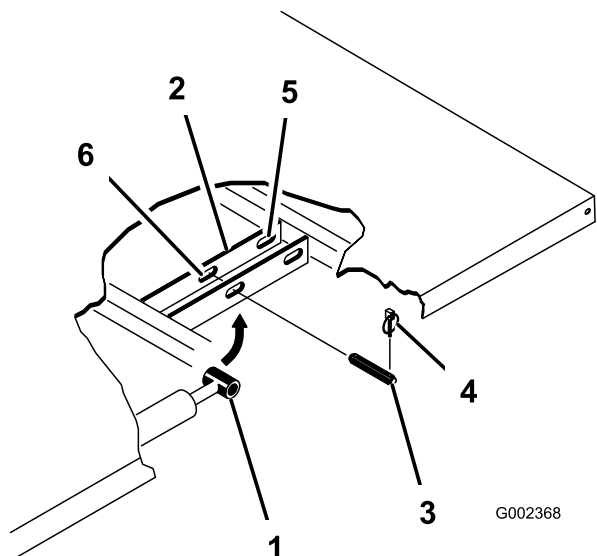

図 40
3. シリンダの外側端部からリンチピンを外す(図 40)。
4. シリンダロッドの端部を荷台取り付けプレートのスロットに固定しているクレビスピンを内側に押し込んで外す(図 40)。
5. ピボットブラケットをフレームに固定しているリンチピンとクレビスピンを外す(図 40)。